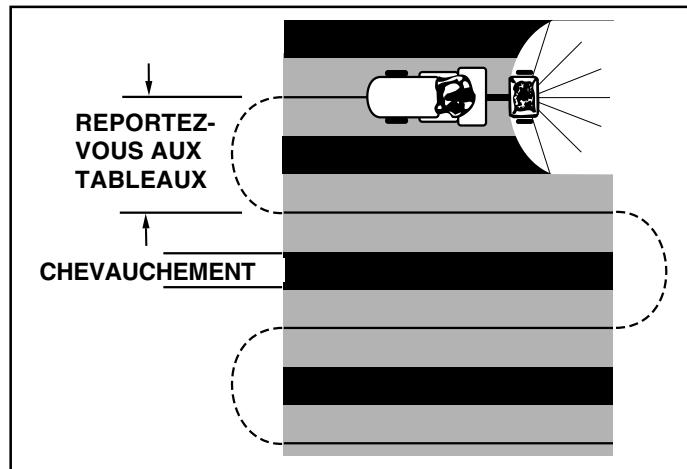

FIGURE 15
- Pour une couverture optimale et afin d'éviter de manquer des zones ou de laisser des traces de passages, chevauchez les traces précédentes comme illustré à la figure 15. Les portées approximatives des différentes matières sont indiquées dans le tableau des débits de cette page.